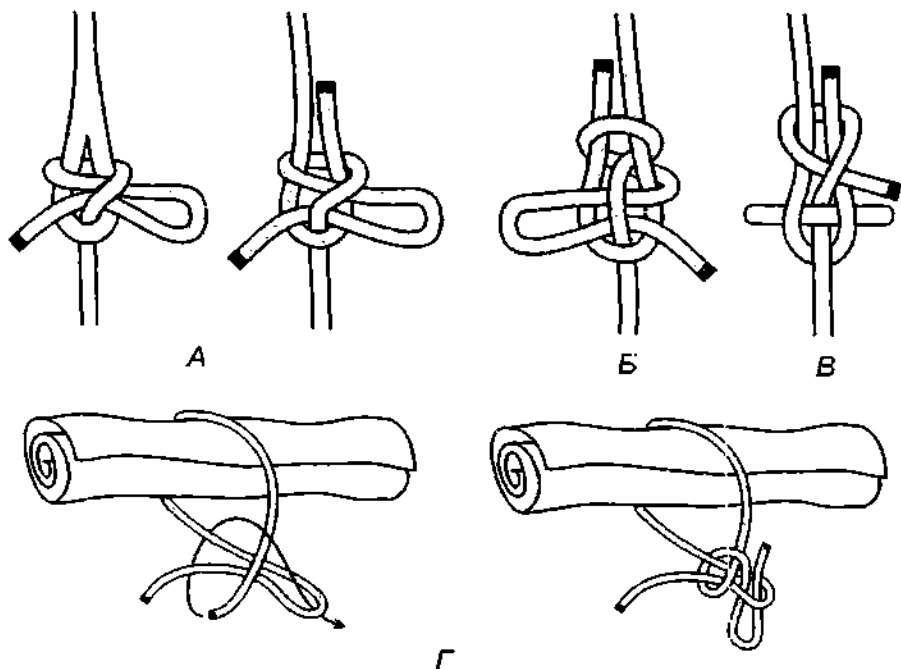

Рис. 876. Быстроразвязывающиеся шкотовые узлы.
*Шкотовым узлом* можно связать два конца порвавшейся бельевой верёвки, коренные концы у которой закреплены и поэтому нет возможности завязать другой узел, или верёвки, у одной из которых очень короткий конец. *Шкотовым узлом* удобно связывать тюки, мешки и свёртки (рис. 876 Г). Особенно полезным в некоторых случаях может стать *быстроразвязывающийся шкотовый узел*, который в любой момент может быть развязан даже под нагрузкой (рис. 876 А). *Быстроразвязывающийся шкотовый узел* может
быть завязан с петелькой (рис. 876 А, Б) или с клевантом (рис. 876 В), он может пригодиться при установке тента или палатки.